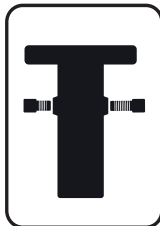

Рис. 2. Винты крепления.
2. На культиваторном редукторе открутите винты осевой ориентации редуктора к штанге (с обеих сторон, один длинный и один короткий) (рис. 2). Ослабьте два винта крепления редуктора к штанге триммера.